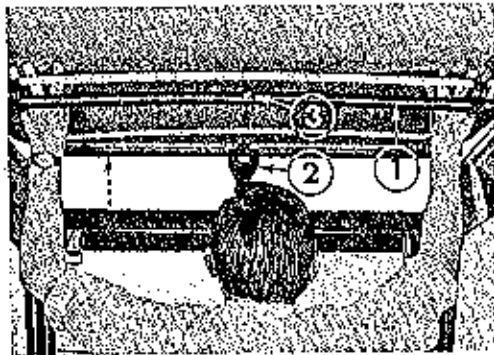

Abb. 25 - Halböffnung des Rollverdeckes
- Abb. 25: Das Rollverdeck vorn anheben und am Klapprahmen und Dachspiegel anfassen. Rollverdeck nach hinten klappen.
- Abb. 25: Den Klapprahmen mit Halteschleife (2) und Druckknopf (3) an der mittleren Dachtraverse (1) befestigen.